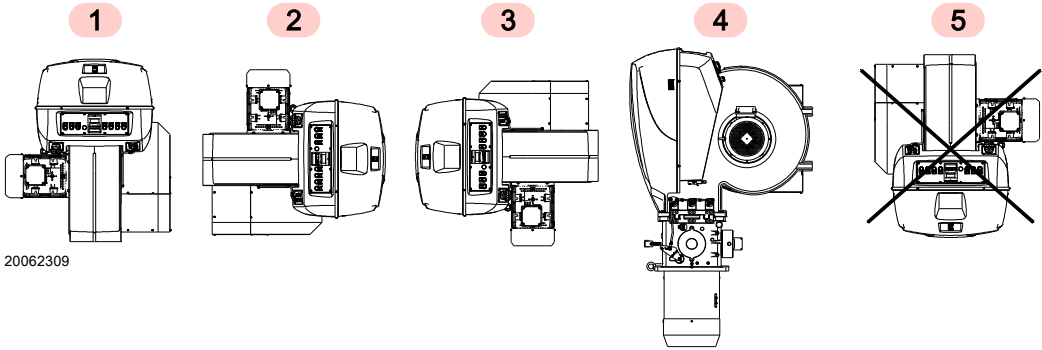

图 9
- 燃烧器被设计为只能在 1, 2, 3 和 4 位置运行 (图 9)。